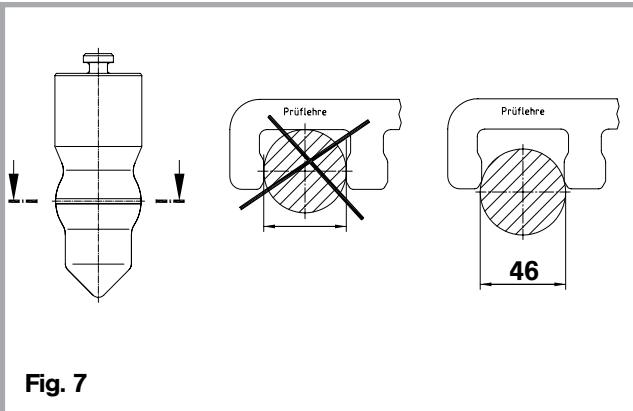

Fig. 7
- Verificare lo stato di usura mediante un calibro di controllo ROCKINGER (num. ordine 57122) (v. fig. 7).